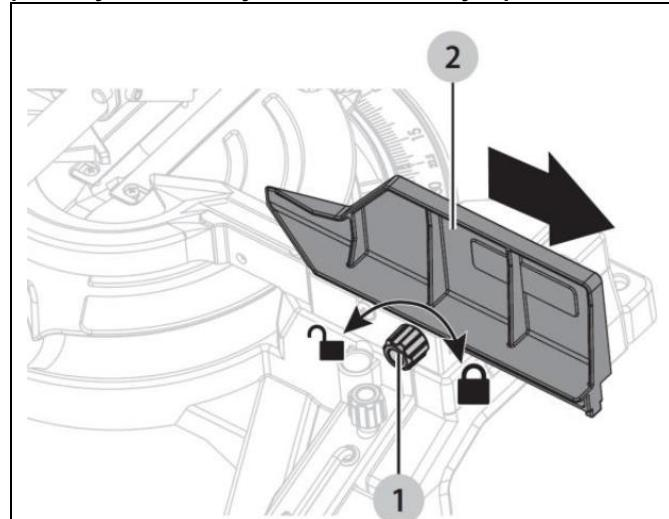

Рисунок 15
**5.3 Удлинение и снятие подвижной планки упора (Рис. 15)**
- Ослабьте ручку фиксации упора (1) против часовой стрелки.
- Удлините планку упора (2), выдвинув ее.
- Затяните ручку фиксации упора (1) по часовой стрелке. **Чтобы снять подвижную планку упора, обратитесь к разделу «Снятие и установка планки упора».**